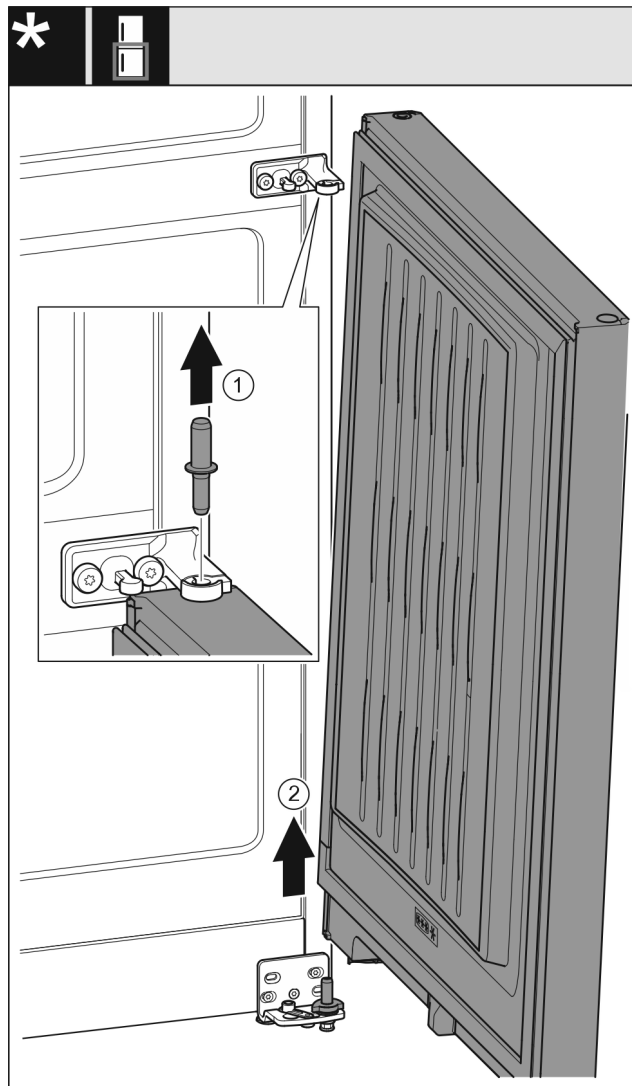

Fig. 29 Brez blažilnika za zapiranje vrat*
- Izvlecite sornike Fig. 29 (1) v smeri navzgor.*
- Vrata Fig. 29 (2) obrnite navzven, jih povlecite navzgor in postavite na stran.*